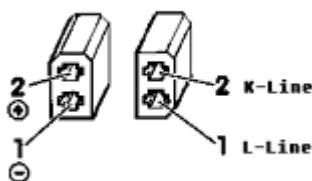
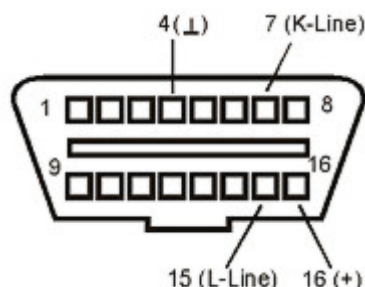

Рис. 1. Диагностический разъем, используемый в автомобилях VAG до 1994 г.
Рис. 2. Диагностический разъем OBD-II, используемый в автомобилях VAG с 1994 г.
В автомобилях VW, Audi, Skoda, Seat до 1993 – 1994 г. для подключения диагностического оборудования использовались 2-а двухконтактных разъема (Рис. 1). На автомобилях с 1989 по 1994 г. разъемы диагностики располагаются либо в блоке предохранителей в моторном отсеке, либо в салоне автомобиля рядом с ручным тормозом под пластмассовой накладкой. Для подключения к такому типу разъемам необходимо использовать кабель «VAG-2».
- Проверьте наличие питания (+12 В) и «земли» на соответствующих контактах разъема диагностики (Рис. 1, Рис. 2);